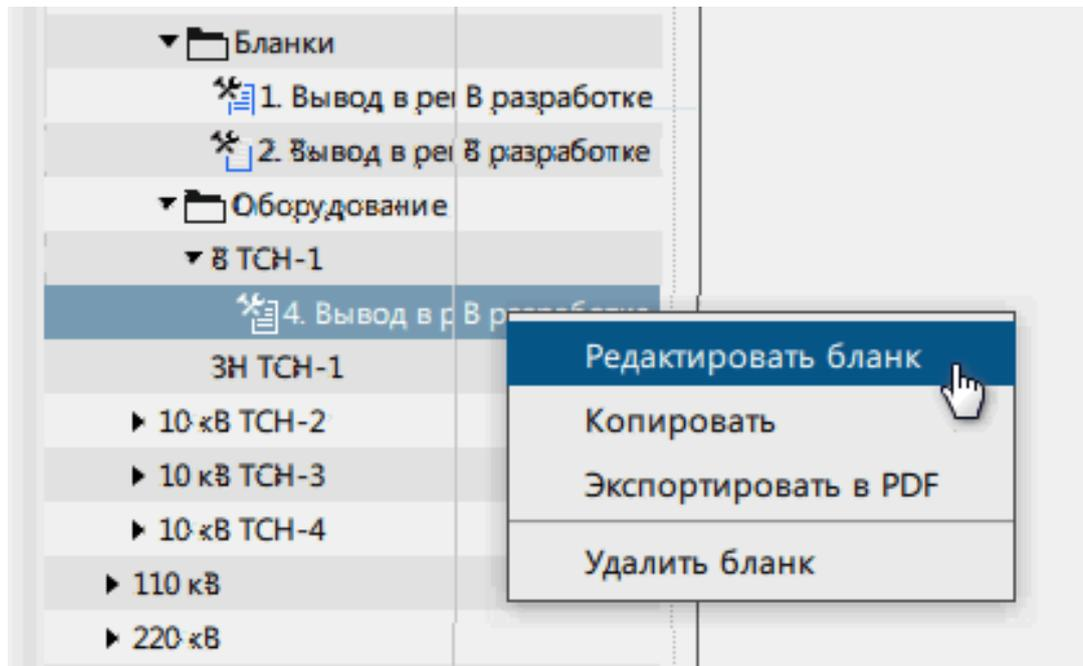

Рисунок 127 - Редактировать бланк
4. Нажмите по созданному бланку *км* и выберите команду **Редактировать бланк** (Рисунок 127). Статус бланка перейдет в состояние «Редактируется».